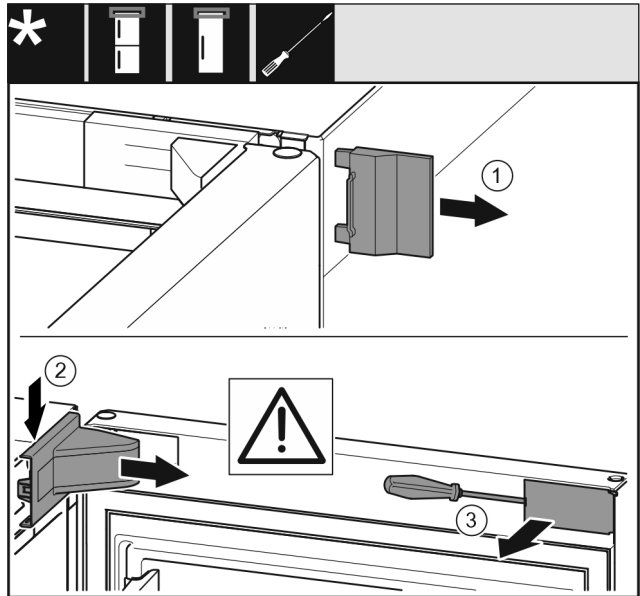

Fig. 8
- ▶ Poista ulompi suojus. Fig. 8 (1)
- ▶ Vapauta laakeripukin suojus lukituksesta ja irrota se. Poista laakeripukin suojus. Fig. 8 (2)
- ▶ Avaa paneelin ruuvit uraruuvimeisselillä ja käännä paneeli sivuun. Fig. 8 (3)